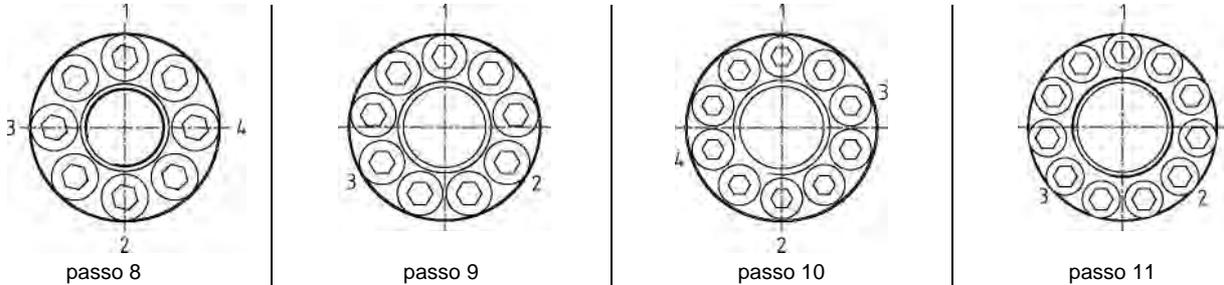

figura 29: serraggio delle viti di pressione (trasversalmente)
- Serrare le viti di pressione mostrate nella figura 29 manualmente e trasversalmente.
- Prima, serrare queste viti (vedere la figura 29) trasversalmente, utilizzando metà della coppia di serraggio indicata nella tabella 12 e poi, stringere fino a raggiungere la coppia di serraggio massima riportata nella tabella 12.